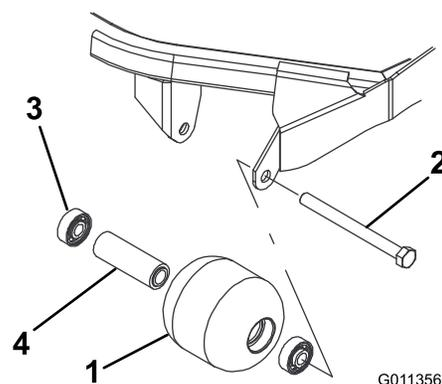

Figura 80
1. Retire o parafuso de montagem do rolo (Figura 80).
estão danificados (Figura 80). Substitua os componentes danificados e volte a montá-los.
1. Introduza o primeiro rolamento na estrutura do rolo (Figura 80). Empurre só a calha externa ou, então, exerça o mesmo tipo de pressão nas calhas interna e externa.
2. Coloque o espaçador (Figura 80)
3. Introduza o segundo rolamento na estrutura do rolo (Figura 80). Exerça o mesmo tipo de pressão nas calhas interna e externa até a calha interna entrar em contacto com o espaçador.